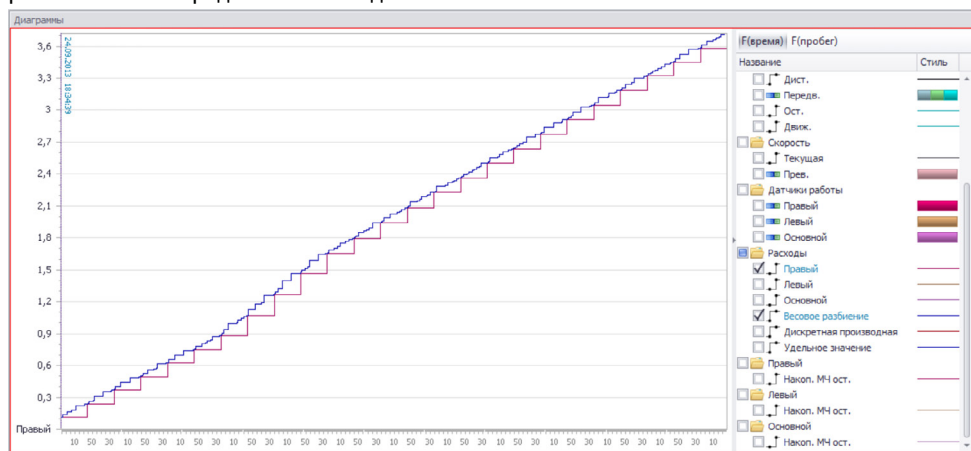

Рис.89. График удельного параметра.
3. Весовое разбиение – позволяет выполнить разбиение параметра пропорционально делителю – времени или пробегу. Опция «Сделать накапливаемый массив» позволяет накапливать значения веса. На **Рис.89** приведен график параметра, показывающего расход топлива, и график весового разбиения этого параметра. Расход меняется ступенчато, а весовое разбиение позволяет получить интерполяцию параметра между соседними значениями делителя. Расход является накопительным параметром, поэтому весовое разбиение тоже представлено в виде накапливаемого массива.